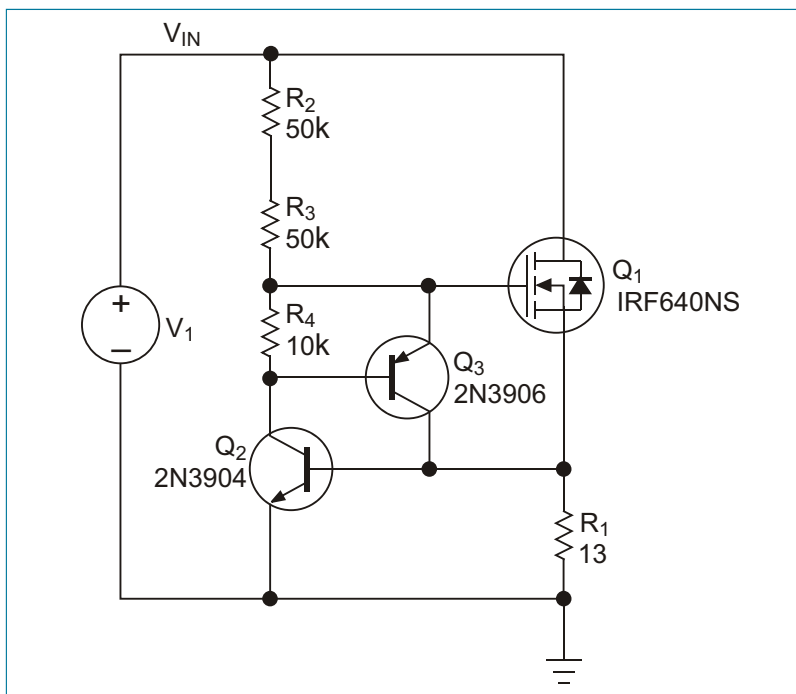

Рисунок 3. Качество стабилизации тока можно повысить, включив в схему  $Q_3$  и  $R_4$ .
К сожалению, ток смещения (ток, протекающий через резисторы  $R_2$  и  $R_3$ ) не протекает через измерительный резистор  $R_1$  на Рисунках 1 и 2. По мере увеличения входного напряжения, входной ток также увеличивается вследствие роста тока смещения. Простейший способ улучшения регулировочных характеристик обеих схем – добавить резистор  $R_4$  и PNP транзистор  $Q_3$  (Рисунок 3).  $R_4$  и  $Q_3$  образу-
Схему можно использовать вместе с фотоэлектрическим источником (Рисунок 3). В зависимости от освещенности, фотодиоды BPW34 генерируют ток от 10 до 30 мкА при напряжении от 0.8 до 1.5 В. Активный диод выпрямляет пики
**Рисунок 3. Схему активного выпрямителя можно использовать для заряда конденсатора от солнечных элементов. Выпрямитель имеет низкое падение напряжения и в отсутствие освещения защищает элементы от обратного тока.**